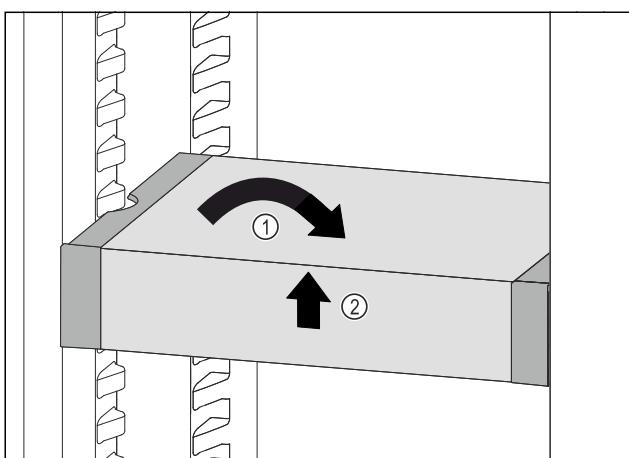

Fig. 49
- Вирівняти VarioSafe. Fig. 49 (1)
- Підняти VarioSafe спереду. Fig. 49 (2)